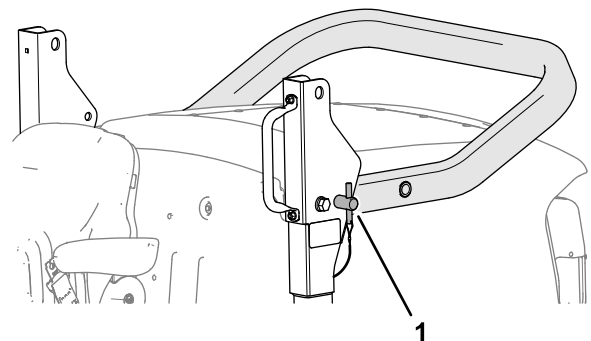

Bild 27
5. Führen Sie die Überrollbügelstifte in die unteren Löcher der Schwenkhalterungen (Bild 27).